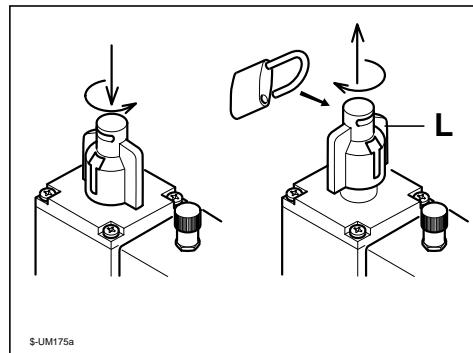

Fig. 20.1b
*per isolare la macchina pneumaticamente occorre ruotare la manopola L (fig. 20.1b) e bloccarla con lucchetto.*